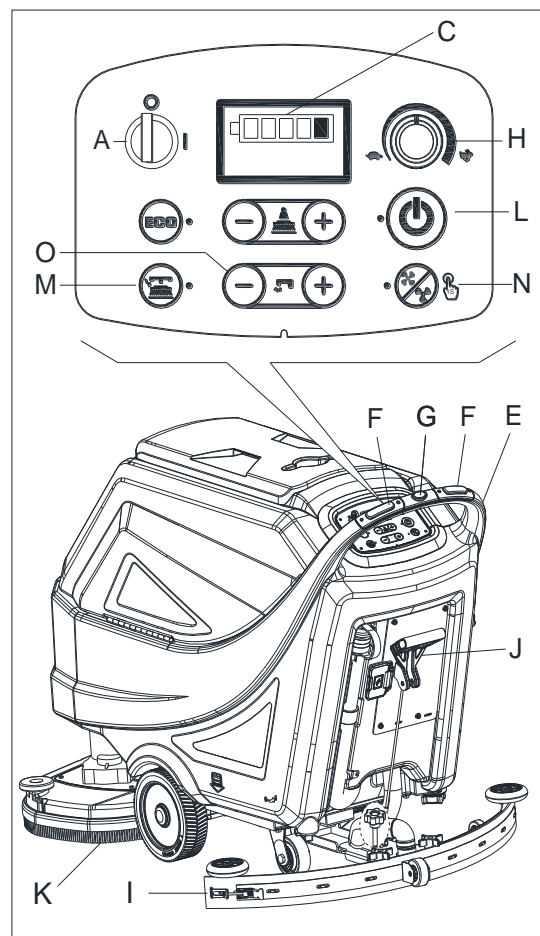

Рис. 13
2. Вставьте ключ зажигания (A, Рис. 13) и поверните его в положение «I». Проверьте состояние батарей на экране дисплея. При необходимости зарядите батареи (см. процедуру в главе «Техническое обслуживание»).
- Нажмите любой из переключателей безопасности (F) для движения вперед или нажмите переключатель безопасности (F) вместе с переключателем заднего хода (G) для движения назад. Передняя скорость может регулироваться при помощи регулировки (H).
4. Опустите скребок (I) при помощи Рукоятки поднятия/опускания скребка (J).
5. Опустите щеточную деку (K), нажав на кнопку быстрого запуска (L)
6. Нажмите на контрольные кнопки подачи раствора (O) как это необходимо, в зависимости от типа уборки.
- Нажмите любой из переключателей безопасности (F) для активации приводной системы машины. При необходимости передняя скорость может регулироваться при помощи регулировки (H).
Для движения машины вперед, нажмите левый или правый переключатель безопасности (F, Рис. 13) или оба.
8. Остановите машину, отпустив переключатели безопасности (F, Рис. 13)
10. Поднимите щеточную деку (K), нажав на кнопку быстрого запуска (L).
11. Поднимите скребок (I) при помощи Рукоятки поднятия/опускания скребка (J).
12. Поверните ключ зажигания (A) в положение «0».